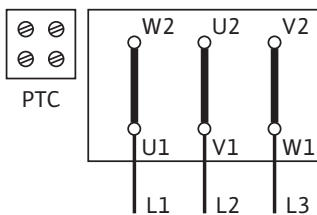

Fig. 45: Пуск «зірка-трикутник» (стандарт)
Схема електричного під'єднання знаходиться в клемній коробці (див. також Fig. 45/46).
- Під'єднання клемної колодки до мережі залежить від потужності двигуна P_2 , від мережевої напруги і типу увімкнення. Потрібну схему з'єднувальних перемичок в клемній коробці можна знайти в наступному переліку «Табл. 4: Розподіл з'єднувальних клем» на сторінці 19, а також на Fig. 45/46.
Пуск «зірка-трикутник» (стандарт)	З'єднувальні перемички видалити (Fig. 45)